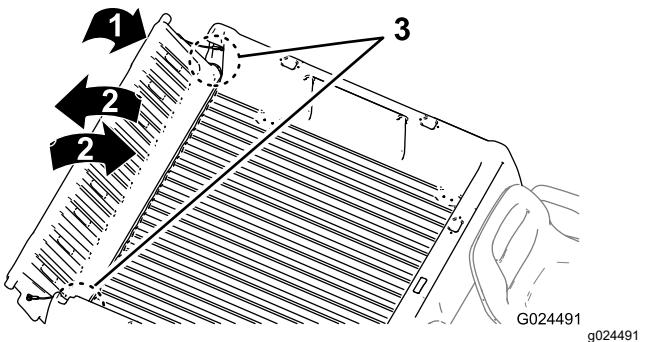

Figura 21
2. Gire el portón trasero a un ángulo de 45° aproximadamente (Figura 21).
3. Mueva el portón trasero varias veces hacia adelante y hacia atrás, con breves sacudidas (Figura 21).